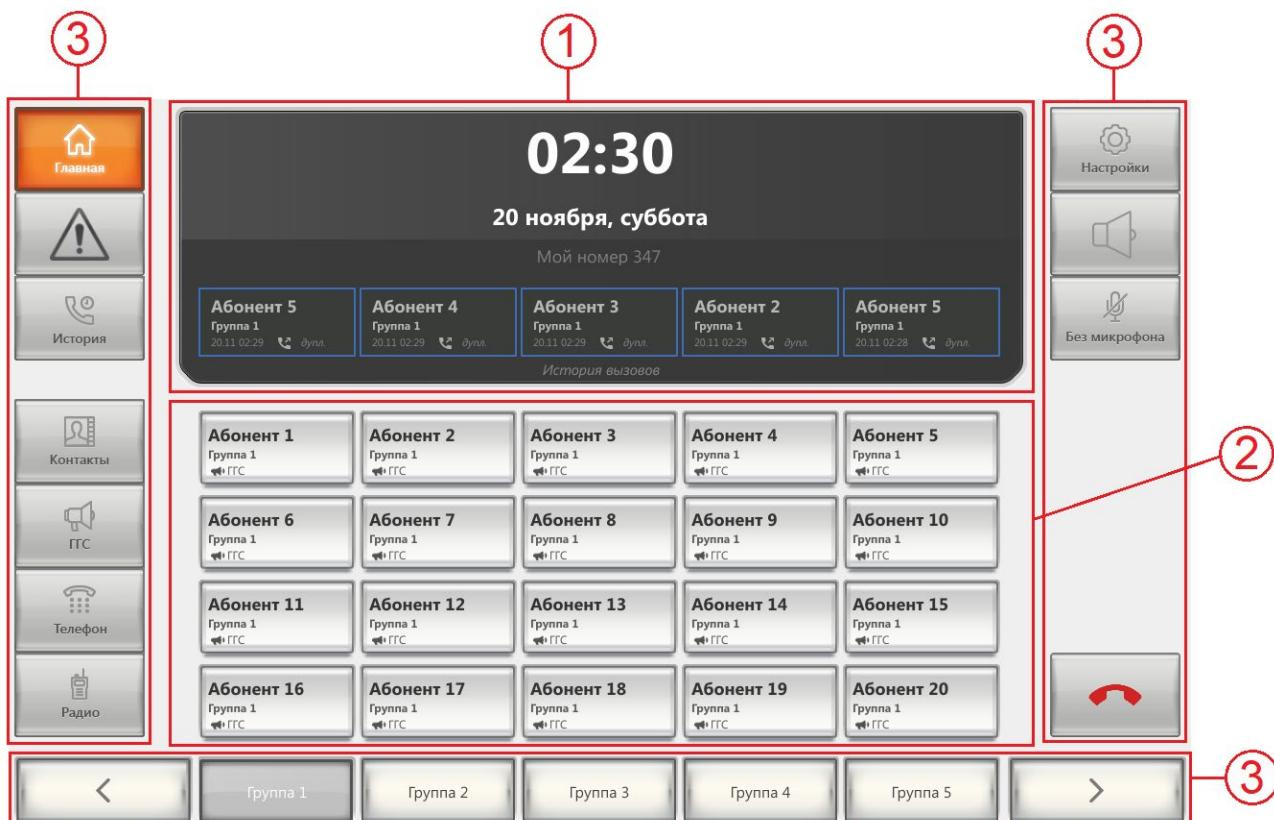

Рисунок 11 – Главное окно графического интерфейса при отсутствии активного вызова
После подключения TOP-PAD-IP2 к системе IPN и подачи питания происходит автоматическая инициализация TOP-PAD-IP2. Процесс инициализации занимает от 30 с до 3 мин. В процессе инициализации мигают индикаторы (5, рисунок 2), а на экране отображается заставка. После завершения инициализации на экране отображается главное окно графического интерфейса (см. рисунок 11).
2.5.3.1 Управление TOP-PAD-IP2 выполняется с помощью графического интерфейса. Главное окно графического интерфейса (см. рисунок 11) содержит следующие области:
- окно информации (1);
- рабочее поле (2);
- панели управления (3).
При отсутствии активного вызова (см. рисунок 11):